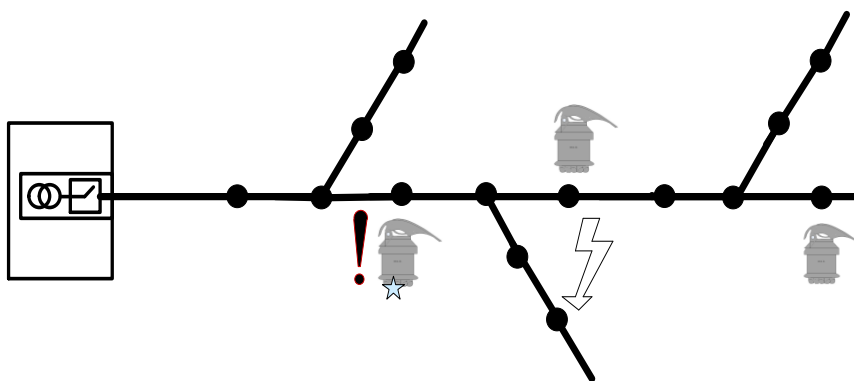

Рисунок 8 – Установка индикаторов на линии с короткими ответвлениями
- на линии с короткими ответвлениями индикаторы, как правило, устанавливаются по стволу линии за местом разветвления, на ближайших к месту разветвления промежуточных опорах (Рисунок 8);